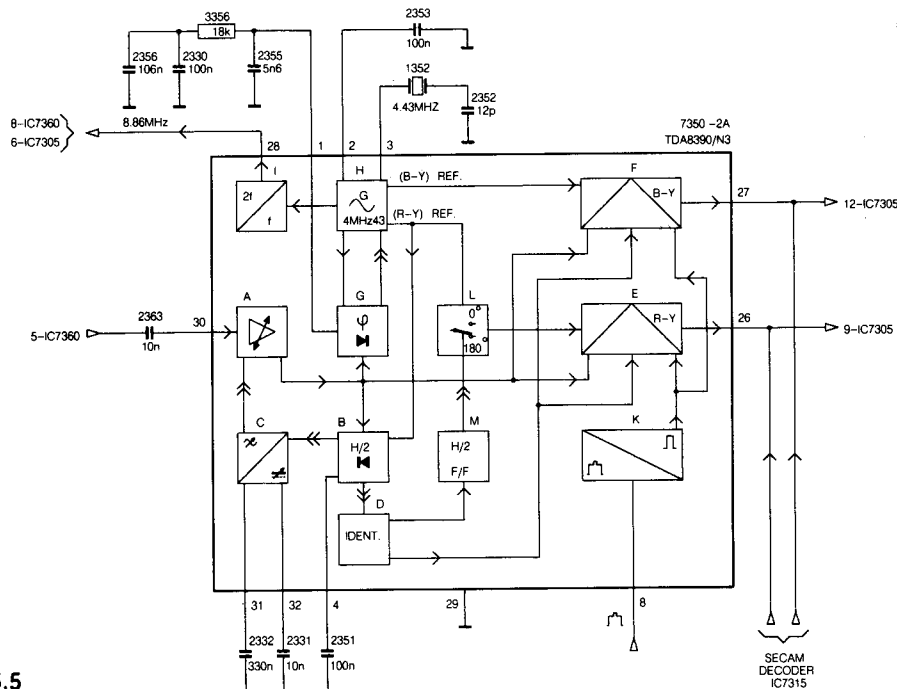

Bild 5.5
5.4 Der PAL-Decoder (Bild 5.5)